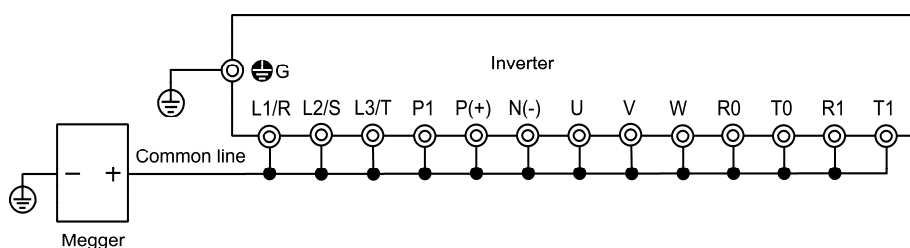

Рисунок 10.2 Подключение силовой цепи для измерения на выдерживаемое напряжение
- 3) Подключите клеммы силовой цепи в общую линию как показано на Рис. 10.2.